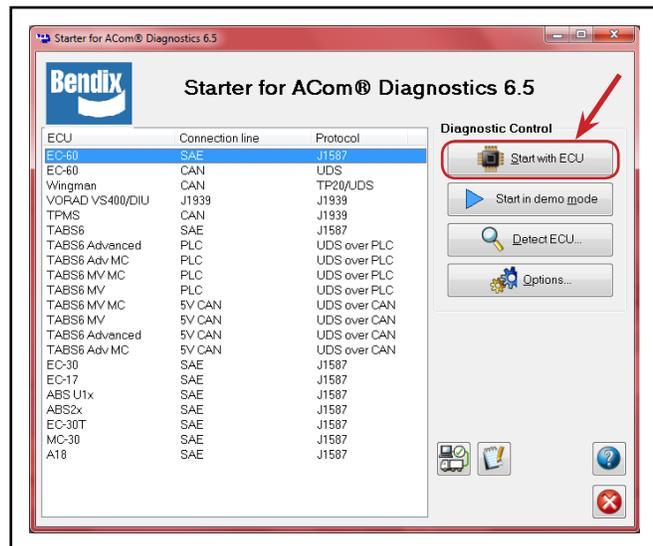

Figure C8 - Logiciel ACom v 6.5 (ou version plus récente)
3. Sélectionner TPMS et cliquer **START WITH ECU**. Voir Figure C8.